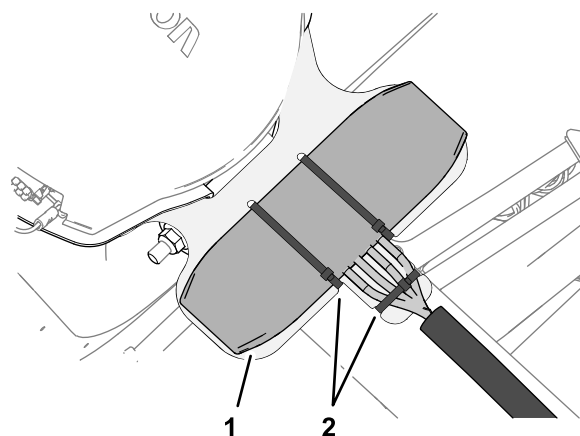

Figura 157
4. Sujete el soporte de la antena con 3 bridas, como se muestra en la Figura 157.
5. Sujete el arnés de cables de la antena del módem al soporte, como se muestra en la Figura 157.